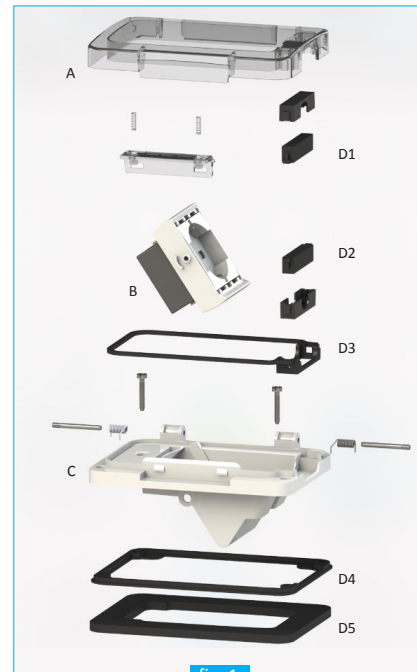

fig. 1
WIDE consta de un chasis (fig. 1-C), un soporte de inclinación (fig. 1-B), adecuado tanto para clavijas de cable axial como clavijas de cable de 90°, una tapa (fig. 1-A) y varias juntas de cierre. (fig. 1-D1,D2,D3,D4,D5)
WIDE se compose d'un cadre (fig. 1-C), d'un support inclinable (fig. 1-B) permettant de recevoir aussi bien des prises avec départ de câble axial que des prises avec départ de câble radial (à 90°), d'un couvercle (fig. 1-A) et de plusieurs joints d'étanchéité. (fig. 1-D1,D2,D3,D4,D5)
- El grado de protección también depende de la buena retención del sello de silicona que retiene el cable. Por lo tanto, compruebe periódicamente el estado de la junta anterior (fig. 1-D1,D2). En caso de deterioro, y en cualquier caso cada 2 años, reemplace la misma junta con el recambio original 4BOX código: 4B.W.RU.
- L'indice de protection dépend également du bon état de conservation du joint d'étanchéité silicone du câble. C'est pourquoi il convient de vérifier périodiquement l'état dudit joint (fig. 1-D1,D2). En cas de détérioration, et de toute façon tous les 2 ans, remplacer le joint par un joint d'origine 4BOX réf. 4B.W.RU.
- Antes de instalar WIDE con la caja retire la junta (fig. 1-D5) que debe utilizarse sólo para instalaciones empotradas
- Retire la junta (fig. 1-D5) del chasis, que debe utilizarse sólo para instalaciones empotradas.
- Avant d'installer WIDE avec le boîtier retirer la garniture (fig. 1-D5) utilisé uniquement pour l'installation avec des boîtiers encastrés.
- Retirer le plastique (fig. 1-D5) prédécoupé dans le logement pour les vis périphériques destinées au boîtier mural.